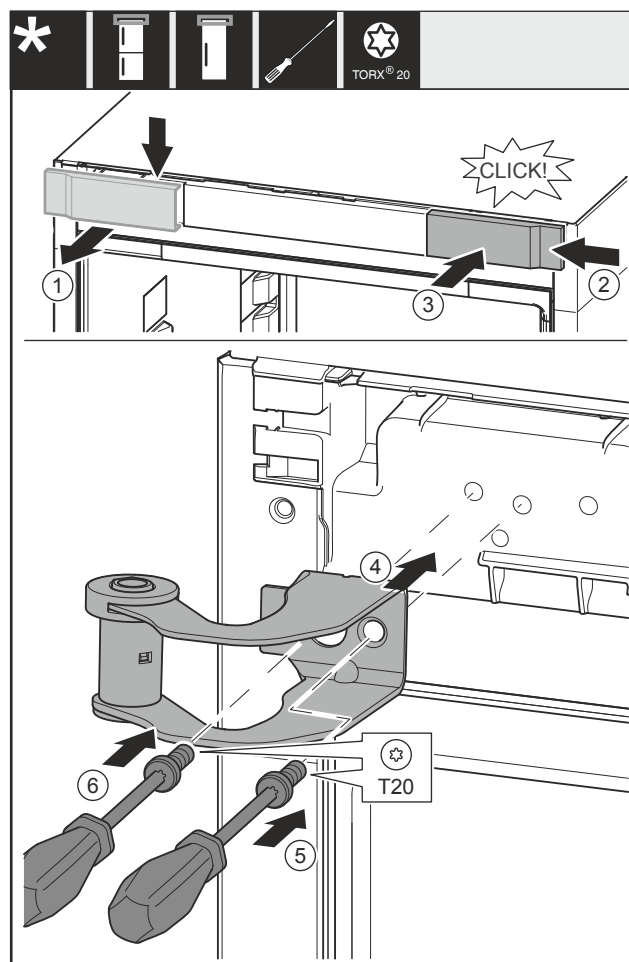

Fig. 11
- Свалете капака Fig. 11 (1) от горе напред.
- Закачете капака Fig. 11 (2), завъртан на 180°, от другата страна отдясно.
- Фиксирайте капака Fig. 11 (3).
- Поставете горната лагерна стойка Fig. 11 (4).
- Затегнете винта Fig. 11 (5).
- Затегнете винта Fig. 11 (6).